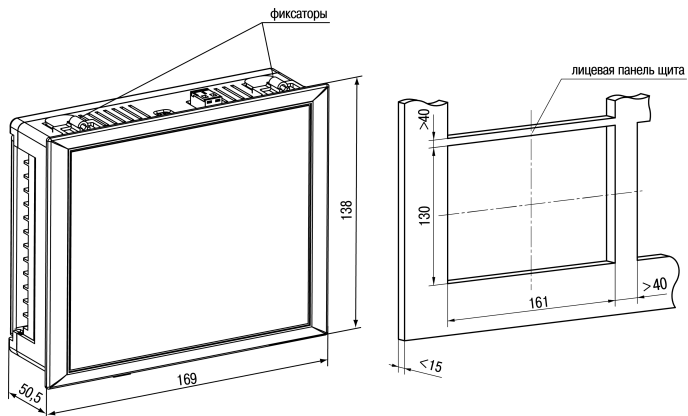

Рисунок 4.5 – Габаритные размеры корпуса Щ7
1. Подготовить на щите управления место для установки прибора (см. *рисунок 4.5*).